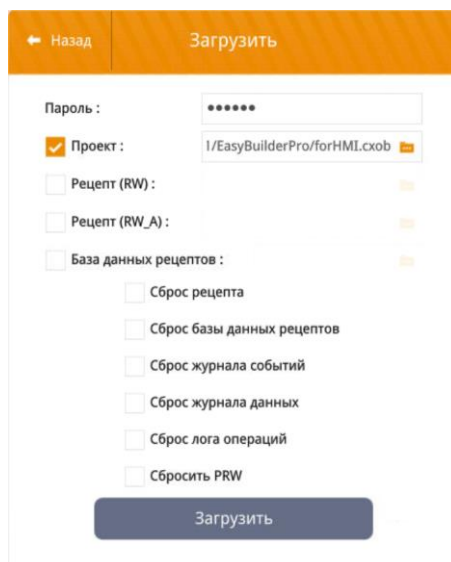

Рисунок 4.25 – Окно «Загрузить»
5. В окне «Загрузить» в поле «Пароль:» ввести пароль (по умолчанию: 111111), также установить активным поле «Проект:» и выбрать прикладное ПО на USB Flash-накопителе или SD-карте памяти (рисунок 4.25), нажав кнопку () и пройдя по пути, нажимая на символ (). При необходимости установить пункты сброса (рецепторов, базы данных рецепторов, журнала событий, журнала данных, лога операций, PRW-регистров). Примеры пути к файлу «forHMI.cxob» на USB Flash-накопителе или SD-карте памяти: